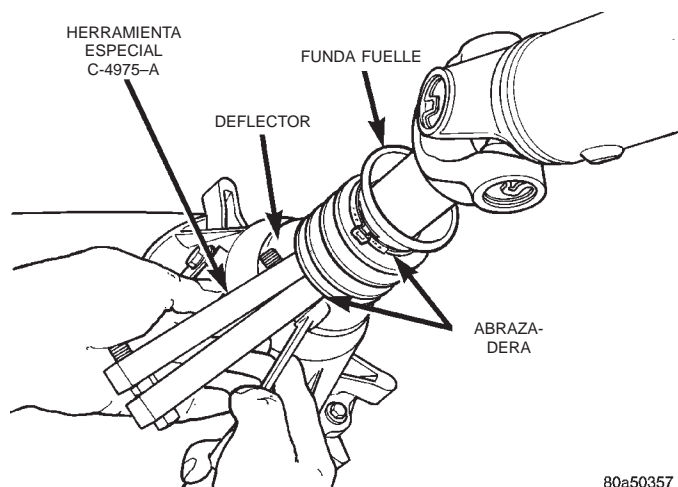

Fig. 79 Instalación de la funda fuelle del deflector
(8) Instale la funda fuelle en el deflector del eje transmisor y pliegue la abrazadera de retención con la herramienta C-4975-A (Fig. 79).